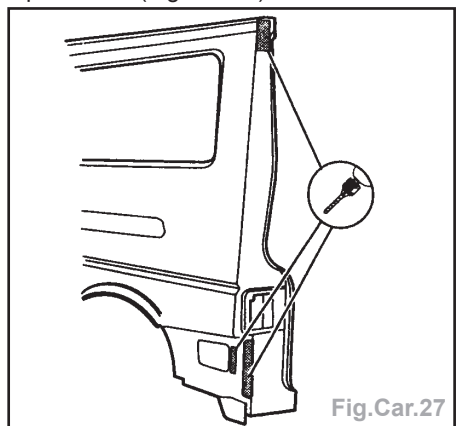

Fig.Car.27
- Percer des trous de 0,7 mm pour le soudage par bouchonnage sous gaz de protection (Fig.Car.27).